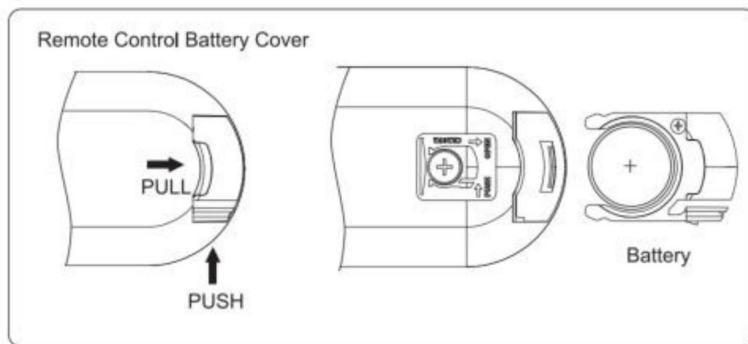

Fig.6
1. Retire la tarjeta en la dirección de la flecha para encender el Control remoto. (Fig. 6)